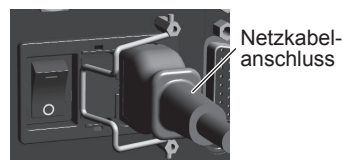

Abb. 10
- (2) Stecken Sie die Buchse in den Hauptstromeingangskasten (siehe Abb. 10).